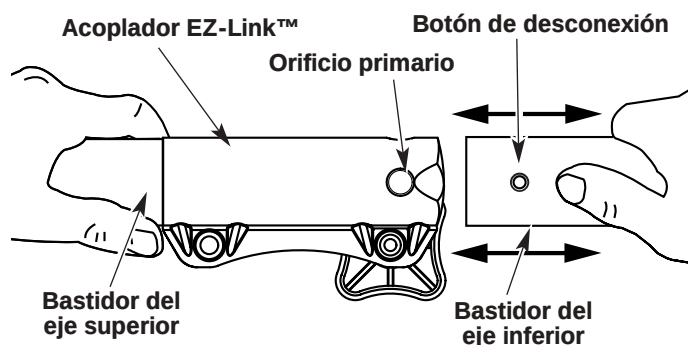

Fig. 20
2. Mientras sostiene el accesorio con firmeza, empujelo en línea recta en el acoplador EZ-Link™ (Fig. 20).